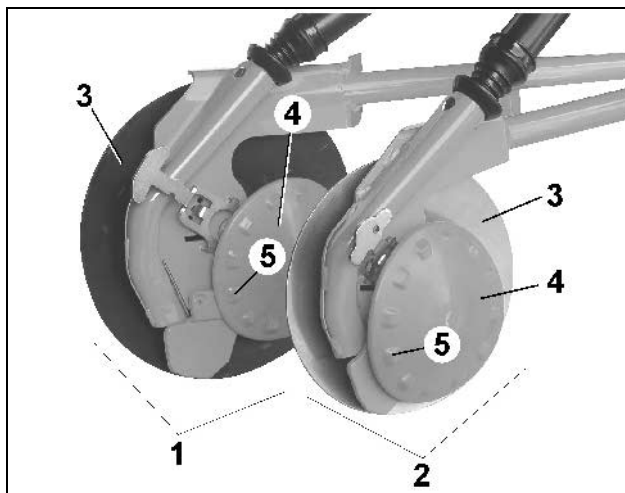

Рис. 19
- Сошник RoTeC (Рис. 19/2)
- Сошник RoTeC + (Рис. 19/1)
Сошник RoTeC фирмы AMAZONE подходит для классического и мульчированного посева. Посевная борозда формируется при помощи стального диска и корпуса из высокопрочного чугуна. Обратная сторона диска чистится эластичным полиуретановым диском (PU) (Рис. 19/4), который для этого прижимается к стальному диску. Кулачки (Рис. 19/5) обеспечивают дополнительный привод.
Полиуретановый диск (Рис. 19/4) служит также для ограничения глубины, когда он катится по земле и ограничивает глубину проникновения стального диска в почву. Эта глубина проникновения может устанавливаться на три ступени, от 2 до 4 см (гл.9.5.2). Для глубокого посева более 4 см диск, ограничивающий глубину хода может сниматься без применения инструментов.